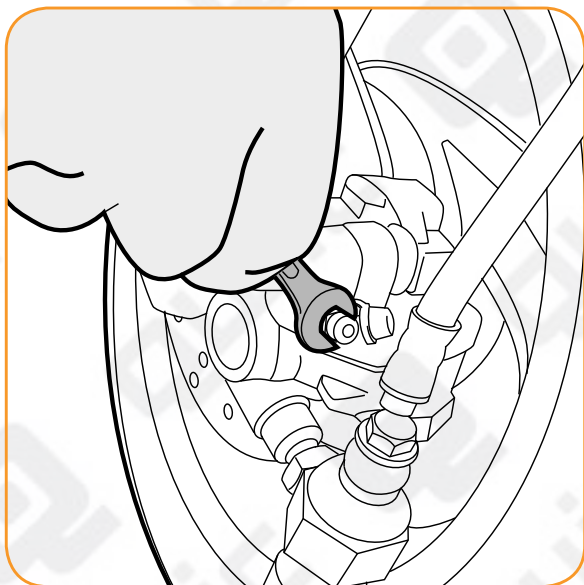

fig. 4.6
1. Draai de remcilinder voorzichtig open (fig. 4.6).